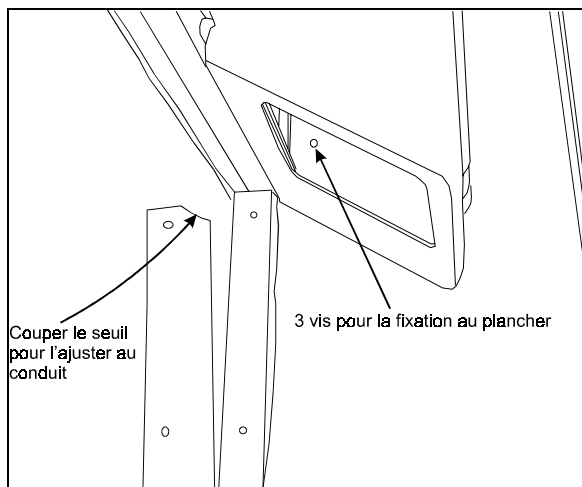

FIGURE 16
5. Couper le seuil pour l'ajuster au conduit (voir la figure 16).